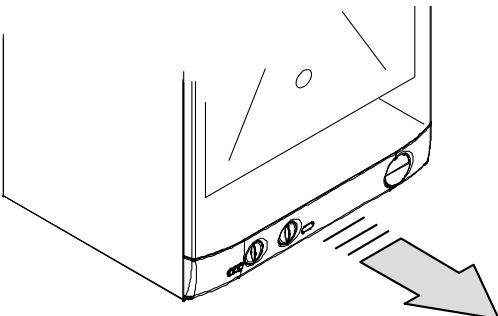

рис. 5.18
- Выньте вперед панель управления, чтобы получить доступ к коробке с зажимами рис. 5.18 .